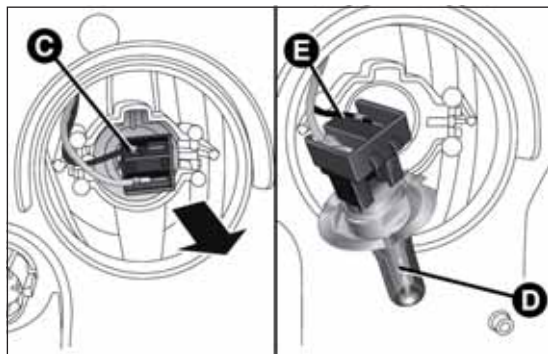

fig. 172
- ☐ quitar el grupo conector + portalámparas C fig. 172 extrayéndolo hacia el exterior;